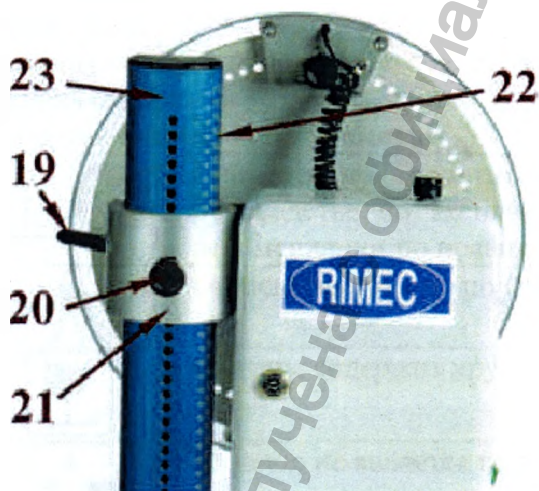

Рис. 9
- ☐ ☐ Отрегулируйте высоту аппарата в соответствии с измеренным значением. Для этого ослабьте фиксатор (19), оттяните пружинный фиксатор (20) и перемещайте втулку (21) до тех пор, пока ее верхний край не совпадет с измеренным значением по шкале (22). Затяните фиксатор (19).
ЗАМЕЧАНИЕ: прежде чем затягивать фиксатор (19), убедитесь, что пружинный фиксатор (20) попал в одно из отверстий стойки (23) (Рис. 9).